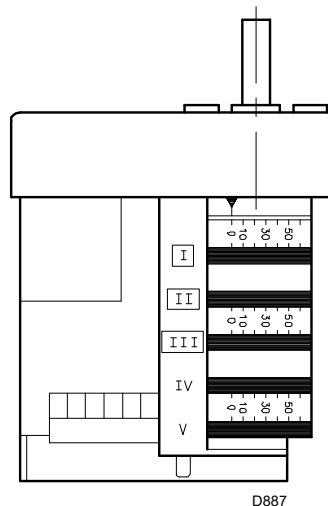
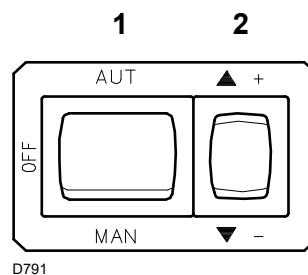
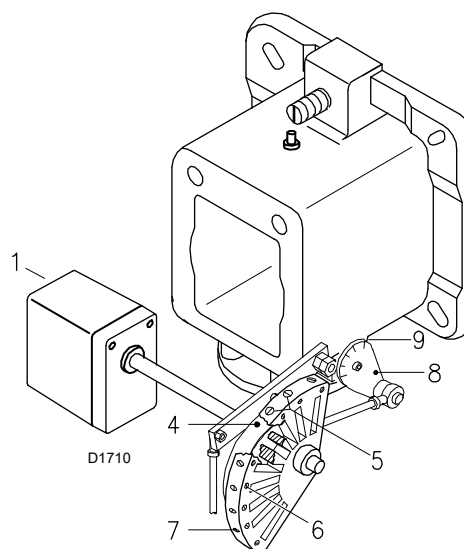
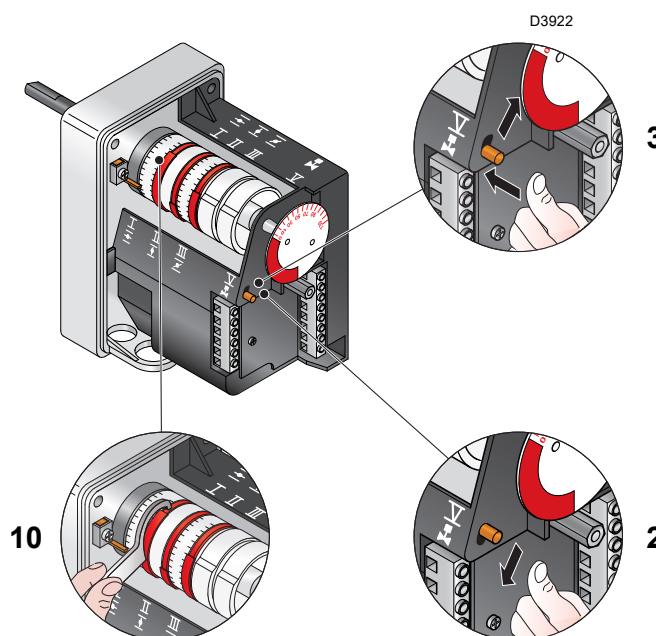

Fig. 25
Fig. 27
Fig. 28
Fig. 29
Premere ora il pulsante 2)(Fig. 27) "aumento potenza" e tenerlo premuto fino a quando il servomotore ha aperto la serranda aria e la farfalla del gas.
Variare in progressione il profilo finale della camma 4)(Fig. 28 a pag. 30) agendo sulle viti 7).
La potenza MIN va scelta entro il campo di lavoro riportato a pag. 11. Premere il pulsante 2)(Fig. 27) "diminuzione potenza" e tenerlo premuto fino a quando il servomotore ha chiuso la serranda aria e la farfalla del gas a:
- Se bisogna diminuirla, ridurre un poco l'angolo della camma III (Fig. 25) con piccoli spostamenti successivi, cioè portarsi dall'angolo:
- Se bisogna aumentarla, premere un poco il pulsante "aumento potenza" 2)(Fig. 27) (aprire di 10-15° la farfalla del gas), aumentare l'angolo camma III (Fig. 25) con piccoli spostamenti successivi, cioè portarsi dall'angolo:
Variare in progressione il profilo iniziale della camma 4) agendo sulle viti 5)(Fig. 28). Possibilmente non ruotare la prima vite: è quella che deve portare la serranda dell'aria alla totale chiusura.
Legenda (Fig. 28 - Fig. 29)
Premere un poco il pulsante 2)(Fig. 29) "aumento potenza" in modo che il servomotore ruoti di circa 15°. Regolare le viti fino ad ottenere una combustione ottimale. Procedere allo stesso modo con le viti successive. Fare attenzione che la variazione del profilo della camma sia progressiva.
Spegnere il bruciatore agendo sull'interruttore 1)(Fig. 27), posizione OFF, svincolare la camma 4)(Fig. 28) dal servomotore, premendo e spostando verso destra il pulsante 3)(Fig. 29), e verificare più volte ruotando a mano la camma 4)(Fig. 28) avanti ed indietro che il movimento sia morbido e privo di impuntamenti.
Vincolare nuovamente la camma 4), (Fig. 28) al servomotore spostando verso sinistra il pulsante 2)(Fig. 29).
A regolazione ultimata fissare la stessa agendo sulle viti 6)(Fig. 28).